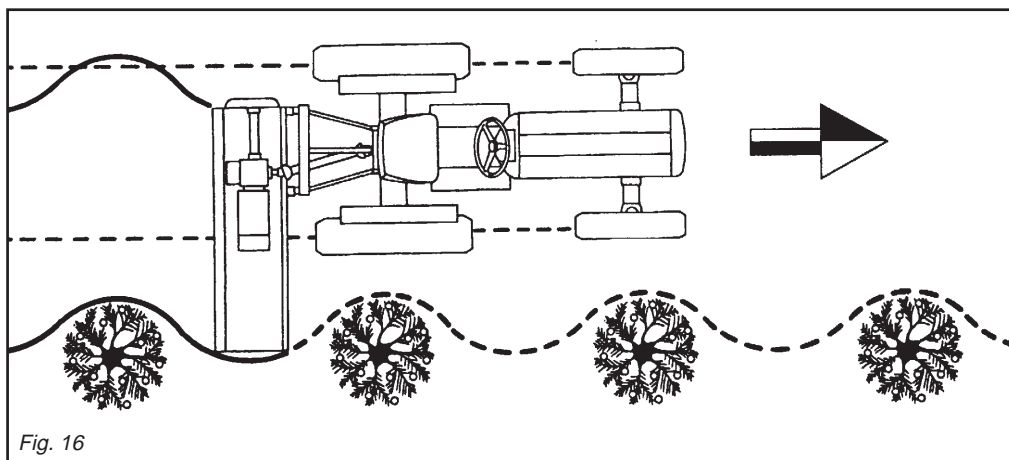

Fig. 16
WHEN THE ROTARY CULTIVATOR IS BEING USED IN ORCHARDS TO WORK THE SOIL CLOSE TO THE PLANTS IT IS NOT POSSIBLE TO USE THE PROTECTIVE MECHANISMS ON THE RIGHT-HAND SIDE OF THE MACHINE. IN THIS CASE THE DRIVER MUST TAKE GREAT CARE TO ENSURE THAT NO-ONE COMES CLOSE TO THE MACHINE, IN PARTICULAR THE AREA INDICATED BY THE DOTTED LINES (FIG. 16), WHILE IT IS OPERATING.
DIE SPEZIFISCHE FUNKTION DER HACKFRÄSE, DIE EINEN EINSATZ IN OBSTPLANTAGEN VORSIEHT, WO IN UNMITTELBARER NÄHE DER PFLANZEN ZU ARBEITEN IST, MACHT ES NICHT MÖGLICH, AUF DER RECHTEN SEITE DER MACHINE PASSENDE SCHUTZVORRICHTUNGEN ZU MONTIEREN. DER BEDIENER MUSS DESHALB WÄHREND DER ARBEIT DARAUF ACHTEN, DASS SICH NIEMAND ANNÄHERT. DAS GILT BESONDERS FÜR DEN BEREICH IN ABB. 16, DER SCHRAFFIERT IST.
LA PRINCIPALE FONCTION DE LA HOUE EST D'ÊTRE UTILISÉE DANS DES FRUITIERS TRÈS PRES DES PLANTES. ELLE NE PERMET PAS L'UTILISATION DE PROTECTIONS APPROPRIÉES SUR LE CÔTÉ DROIT DE LA MACHINE. L'OPÉRATEUR DOIT DONC FAIRE TRÈS ATTENTION À CE QUE PERSONNE NE S'APPROCHE PENDANT LE TRAVAIL ET NOTAMMENT À LA ZONE HACHURÉE SUR LA FIGURE 16.
*sideways shifting of the cutter hoe during operation without previously having raised the rotary cultivator. It is important to manoeuvre the tractor gently while carrying out the slalom movement as seen in fig. 16.*
Arbeit, ohne die Hackfräse vorher ausgehoben zu haben, kann zu schweren mechanischen Schäden an der Hackfräse (Verbiegen der Kufen, der Seitenteile etc.) führen. Daher ist es erforderlich, ganz vorsichtig den erforderlichen Slalom durchzuführen, der in der Abb. 16 dargestellt ist.
***Important: Le travail en slalom illustré sur la figure 16 doit être accompli en manoeuvrant en douceur.***